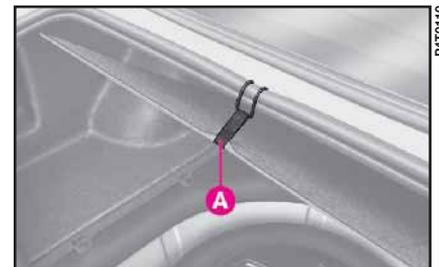

fig. 2
4) Aprire il cofano del bagagliaio, sollevare il tappeto di rivestimento del pianale ed agganciarlo al bordo superiore con l'apposita cinghia A (fig. 2).